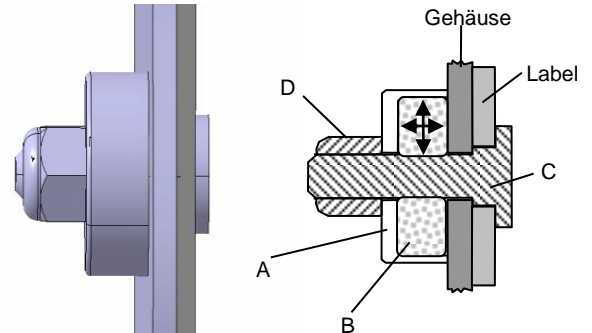

Abbildung 2
- 9 Setzen Sie die Sechskantmutter auf das Gewinde der durchgesteckten Schraube (C) auf, drücken Sie die Topfscheibe mit Dichtmasse fest gegen den Gehäusedeckel und führen Sie den Schraubvorgang aus. (**Abbildung 2**).